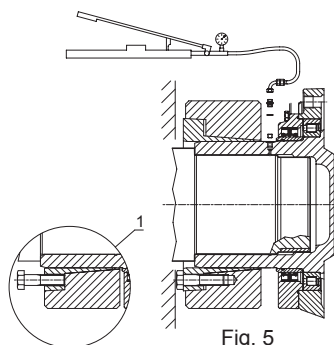
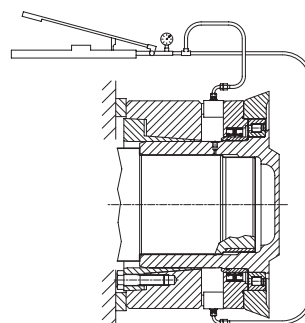

Fig. 5
Fig. 6
- 2) Dans le cas où les bagues ne se sépareraient pas spontanément après avoir desserré les vis, en déplacer quelques-unes dans les trous d'extraction de la bague intérieure (Fig. 5 détail 1) et en les vissant, séparer cette dernière de la bague extérieure.
- 3) Faire coulisser l'accouplement axialement comme indiqué en fig. 5 pour utiliser l'orifice G 1/8" qui permet le remplissage d'huile sous pression (1000 bar maximum), afin de faciliter le démontage du réducteur de l'arbre de la machine. Si le réducteur ne se libère pas avec la méthode décrite plus haut, car l'accouplement de l'arbre ne garantit pas la tenue de la pression, il sera alors possible d'agir comme représenté en fig. 6. Si l'espace à disposition le permet, utiliser deux pous-seurs hydrauliques pour faire réaction sur les 2 bossages à 180° qui se situent sur le couvercle porte-joints, sans toutefois dépasser les charges axiales suivantes.
- 2) Si a pesar de haber aflojado los tornillos los anillos no se separan, hay que transferir algunos tornillos a los agujeros de extracción del anillo interior (Fig. 5, 1) y separar el anillo interior del exterior al atornillarlos.
- 3) Hacer que el empalme se desplace en dirección axial (Fig. 5) y aprovechar el agujero de 1/8" G por el que entra aceite a presión (máx. 1000 bar) para separar al reductor del eje. Si con este método el reductor no se libera porque el acoplamiento del eje no asegura que se mantenga la presión, hay que proceder como se describe en la Fig. 6. Si el espacio disponible lo permite, hay que hacer reacción con los empujadores hidráulicos en 2 remaches de la tapa portaguarniciones situados a 180° en sin sobrepasar las siguientes cargas axiales.
- 2) Caso os anéis não se separem espontaneamente depois do afrouxamento dos parafusos, transferir alguns nos furos de extração do anel interno (Fig. 5 detalhe 1) e, aparafusando-os, separar este último do anel externo.
- 3) Deslizar a junta axialmente como mostrado na Fig. 5 para permitir a utilização do furo G 1/8", que permite a entrada de óleo sob pressão (máx. 1000 bar) para facilitar a desmontagem do reductor do eixo da máquina. Se com esse método o reductor não se liberar, desde que o acoplamento do eixo não assegure a manutenção da pressão, será possível agir, se o espaço o permitir, no modo representado na fig. 6, utilizando empuradores hidráulicos, fazendo reação nos 2 pinos a 180° que se encontram na tampa porta-retentores, prestando atenção para não superar as seguintes cargas axiais.